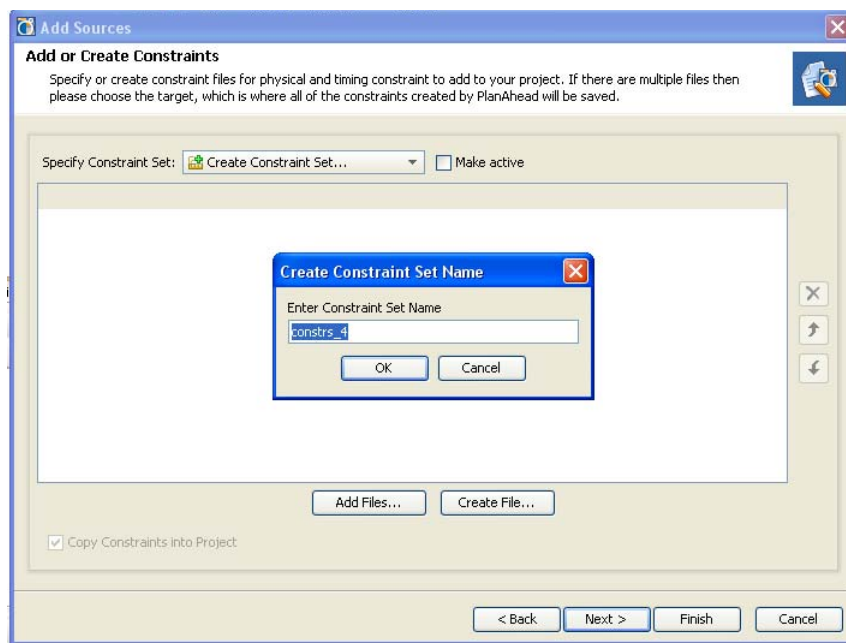

図 3-21： [Create Constraint Set Name] ダイアログ ボックス
60 ページの図 3-21 に、Add Sources ウィザードの [Add or Create Constraints] ページで制約セットを作成する際に表示される [Create Constraint Set Name] ダイアログ ボックスを示します。
1. Add Sources ウィザードの [Add Constraints] ページで、[Specify Constraint Set] ドロップダウン リストから [Create Constraint Set] を選択します (図 3-21 を参照)。